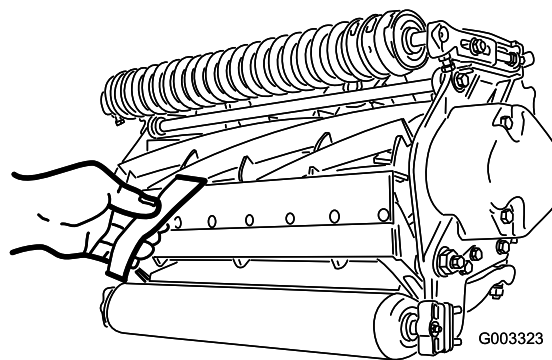

Figura 12
10. Verificate le prestazioni di taglio inserendo una lunga striscia di carta di verifica del taglio (n. cat. Toro 125-5610) tra il cilindro e la controlama, perpendicolarmente alla controlama (Figura 12). Ruotate lentamente il cilindro in avanti; questa operazione dovrebbe tagliare la carta.